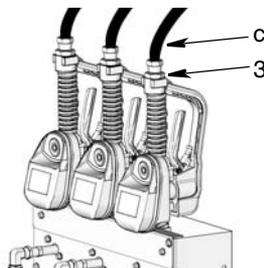

FIG. 17
2. Débranchez les conduites de distribution de fluide (c) du raccord (3) (voir FIG. 17).